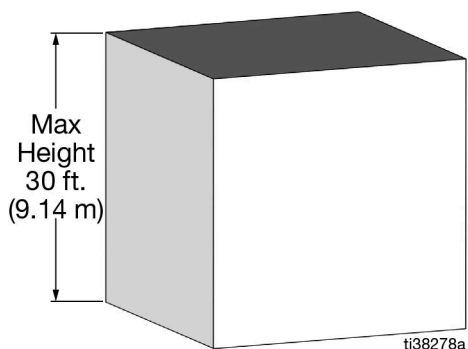
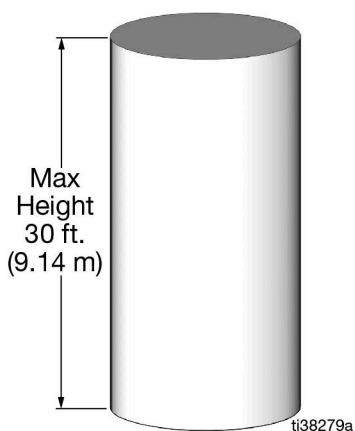

Рис. 14
Рис. 15
- Стены баков должны быть равномерно вертикальными от пустого до полного уровня (Рис. 14 и Рис. 15).